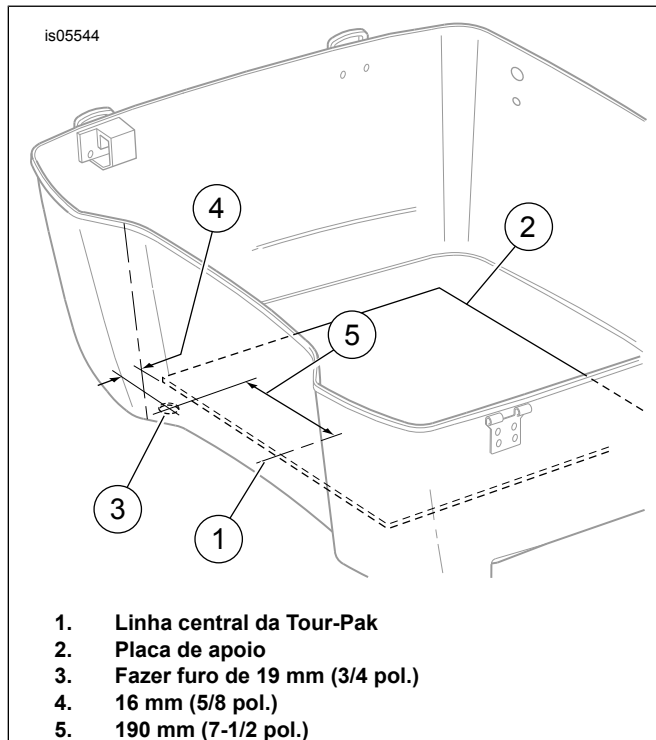
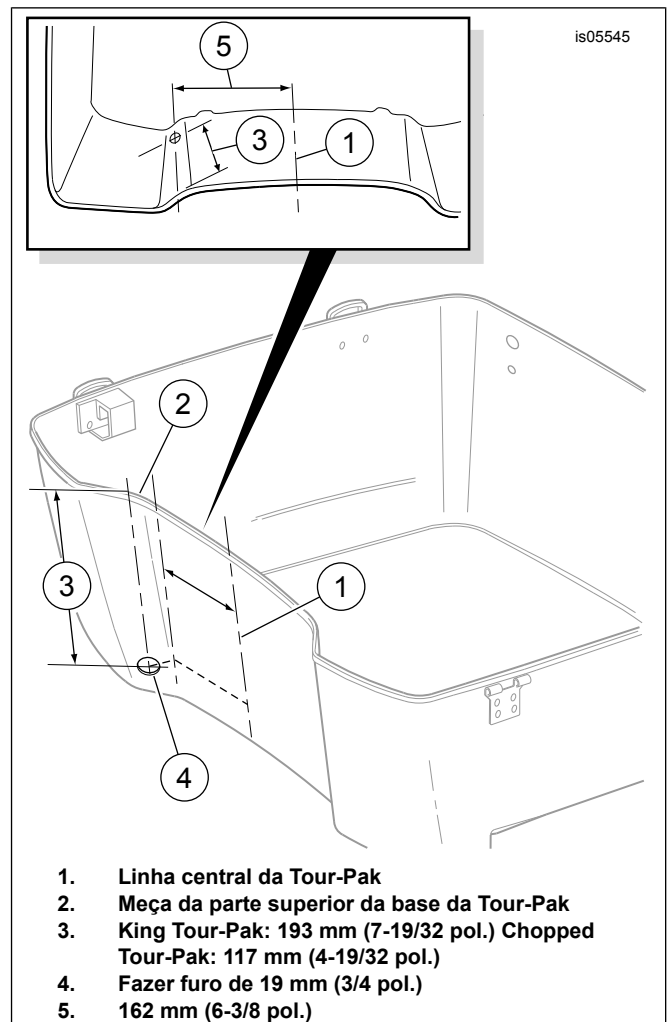

Figura 2. Local de perfuração do cabo da antena CB (Tour-Pak tipo 1)
Figura 3. Local de perfuração do cabo da antena CB (Tour-Pak tipo 2)
- Veja a Figura 2. Meça e determine o centro (1) da placa de apoio (2) que cobre o fundo da Tour-Pak.
- Meça para frente 16 mm (5/8 pol.) (4) da borda dianteira da placa de apoio e desenhe uma linha curta transversal à linha desenhada no passo acima.
- Na parte inferior da Tour-Pak, faça um furo de 19 mm (3/4 pol.) (3) da parte externa para a parte interna da Tour-Pak.
- Veja a Figura 3. Meça e determine o centro (1) da parede interna dianteira da Tour-Pak.
- De frente para a fita, meça 162 mm (6 3/8 pol.) da linha de centro até a parede dianteira do lado direito da Tour-Pak. Não siga a curva da parede, meça **de uma extremidade à outra**. Veja o inserto da Figura 3.
- q. Meça novamente e marque a fita 162 mm (6 3/8 pol.) (6) **reta** da linha central perto do topo da fita adesiva e novamente perto do fundo da fita. Desenhe uma linha da marca superior até a marca inferior.
- r. **Para a Tour-Pak King:** Meça aproximadamente 193 mm (7-19/32 pol.) (3) da borda superior da Tour-Pak para baixo. **Para a Tour-Pak Chopped:** Meça aproximadamente 117 mm (4-19/32 pol.) (3) da borda superior da Tour-Pak para baixo. Desenhe uma linha horizontal curta transversal à linha vertical.
- u. Através do furo-guia, faça um furo de 19 mm (3/4 pol.) (4) da parte externa da Tour-Pak até a parte interna.